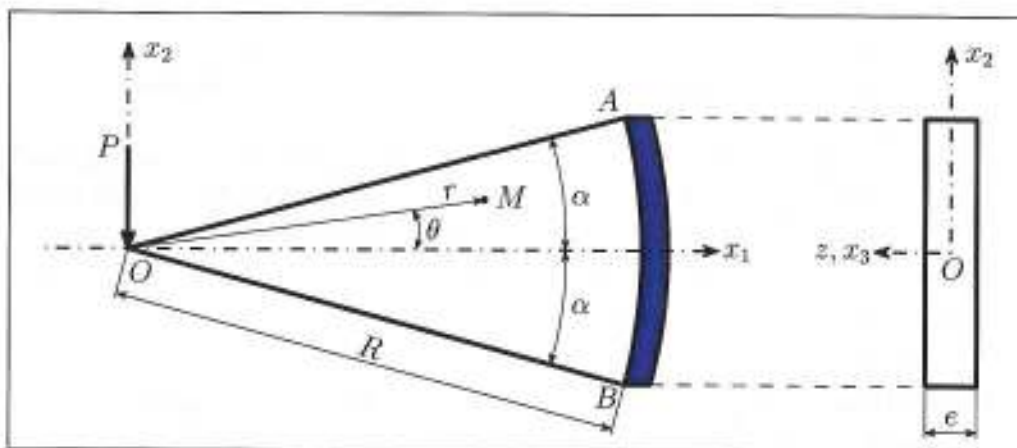

FIG. 1 - Coin élastique
Le coin solide de demi-angle au sommet α représenté sur la figure 1 est encasté à son extrémité droite ($r = R$) et sollicité à son extrémité gauche (point O) par une force P de direction opposée à celle de l'axe Ox_2 . On suppose alors qu'en tout point M du solide le champ tensoriel des contraintes de Cauchy résultant de ce chargement et exprimé dans le repère local ($\vec{e}_r, \vec{e}_\theta, \vec{e}_z$) associé au système de coordonnées cylindriques (r, θ, z) (voir la figure 1) adopte la forme
1. Vérifier qu'un tel champ satisfait aux conditions aux limites en contrainte sur les tronçons OA et OB (figure 1) de la frontière du solide.